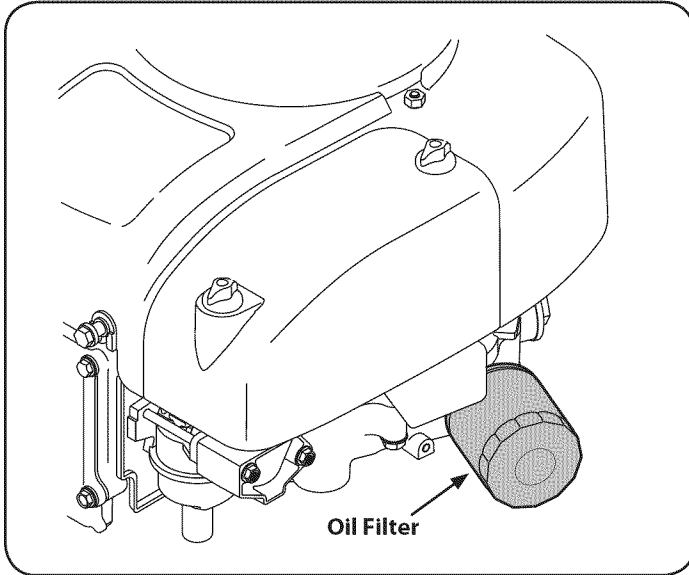

Figure 39
9. Reemplace el filtro de aceite, vea la Figure 39, por extraer y desechar adecuadamente.